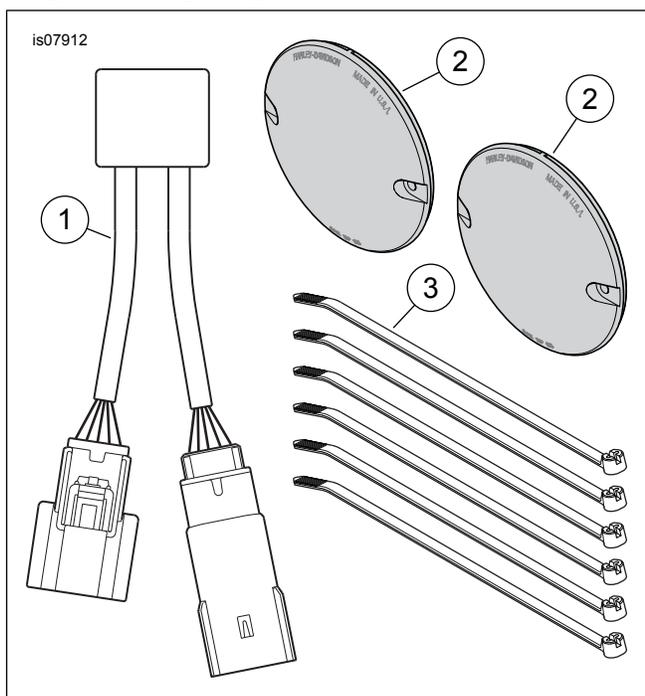

Figura 2. Peças de reposição, kit de conversão auxiliar do freio/ligar/pisca
Veja Figura 2 e Tabela 1.
2. Veja Figura 2. Pegue o módulo do pisca (1) do kit. Coincida os conectores do módulo com os conectores do passo 1. Encaixe no lugar.
3. Use abraçadeiras (3) do kit para fixar o módulo, o conector e a fiação na área sob o assento.
5. Veja Figura 2. Pegue uma lente vermelha do pisca (2) do kit. Instale a lente vermelha no alojamento do pisca traseiro. Aperte com os parafusos originais. Aperte com firmeza. Repita o procedimento para a outra lente